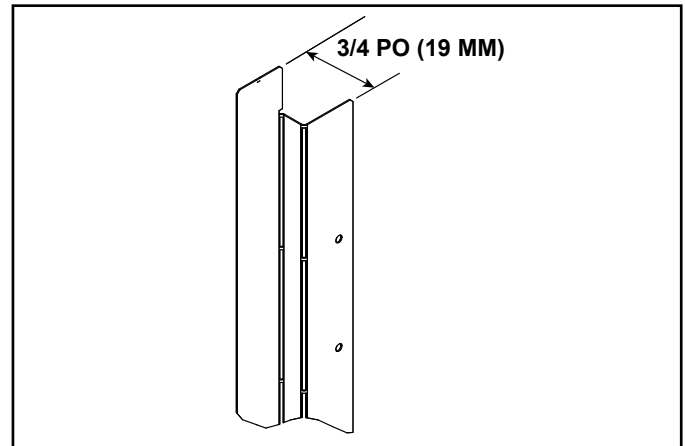

Figure 13.2 Courbe du châssis de finition de gauche et de droite
1. Pliez les châssis latéraux gauche et droit pour le type de porte approprié en utilisant la figure 13.2 comme référence.